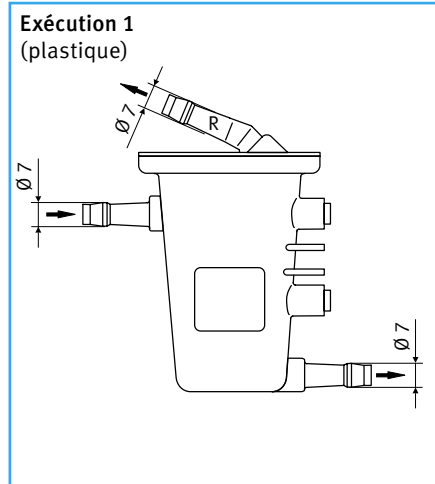
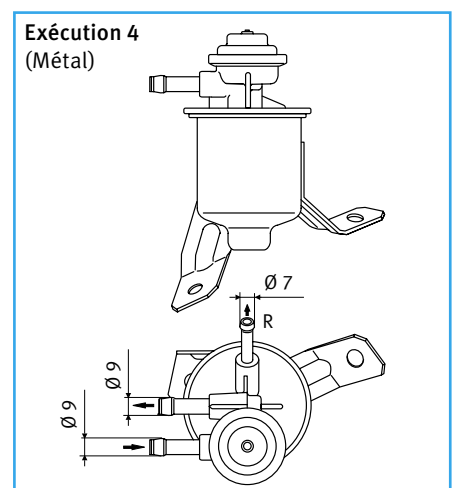

Fig. 18 Séparateur de bulles de gaz
Fig. 21 Séparateur de bulles de gaz
(voir → Fig. 18—Fig. 21)
• **Exécution 1** (Fig. 18) avec retour variable par clapet à bille. En présence de *gaz*, le clapet est ouvert. Le gaz retourne au réservoir et le système se remplit rapidement de carburant. En présence de *liquide*, le clapet réduit le débit de retour. L'alimentation en carburant est assurée, même à pleine charge.
• **Exécution 4** (Fig. 21) Combinaison des exécutions 1 et 3, c'est-à-dire avec prévolume avec retour variable et régulateur de pression intégré. Cette exécution permet une utilisation avec des pompes à carburant particulièrement puissantes, et constitue la solution la plus performante aux problèmes d'alimentation en carburant liés à la température.